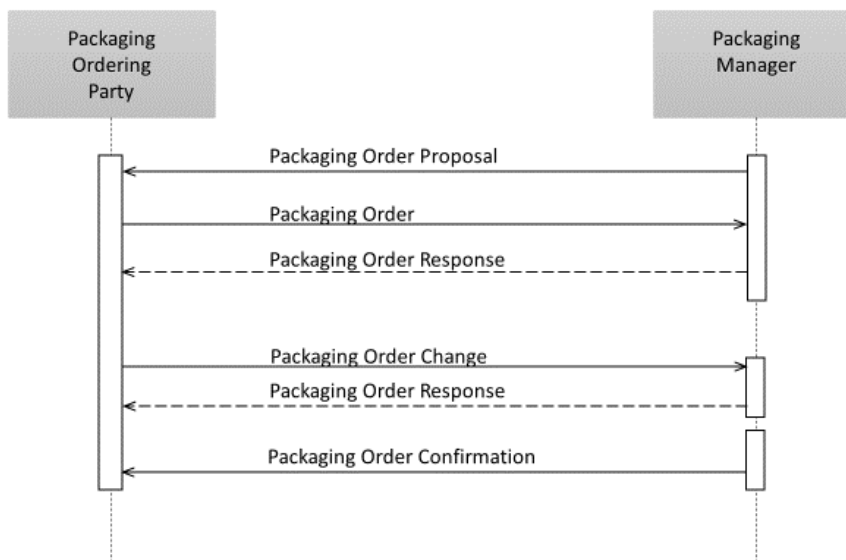

Abbildung 1: Sequenzdiagramm der Nachrichten im Bestellprozess
Eine logische Sequenz von Nachrichten, wie in Abbildung 1 gezeigt, bildet die EDI-Kommunikation zwischen Behältermanager (BM) und Packmittelbesteller und umgekehrt.